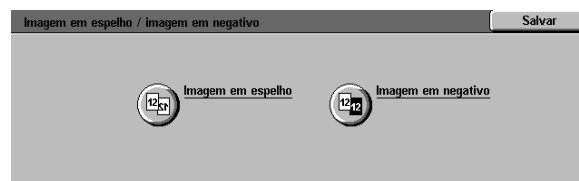

Figura 25: tela Inverter imagem
- 1 Toque no ícone **Inverter imagem**, na guia Formatos de saída, para exibir a tela Inverter imagem, conforme ilustrado na Figura 25.